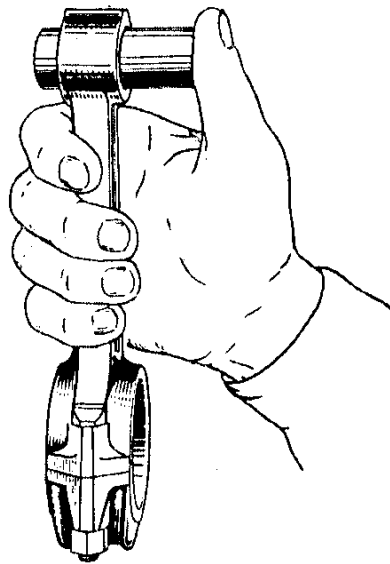

Рис.57. Подбор поршневого пальца к шатуну
- поршневой палец подобрать к шатуну, принадлежащему к той же или соседней размерной группе в сторону увеличения зазора (табл.5). При температуре деталей 20 ± 3 °C слегка смазанный палец должен плотно входить в отверстие втулки поршневой головки шатуна под действием большого пальца руки и перемещаться без заеданий (рис.57), а так же не выпадать из отверстия шатуна под действием собственного веса в течение не менее 2 секунд.